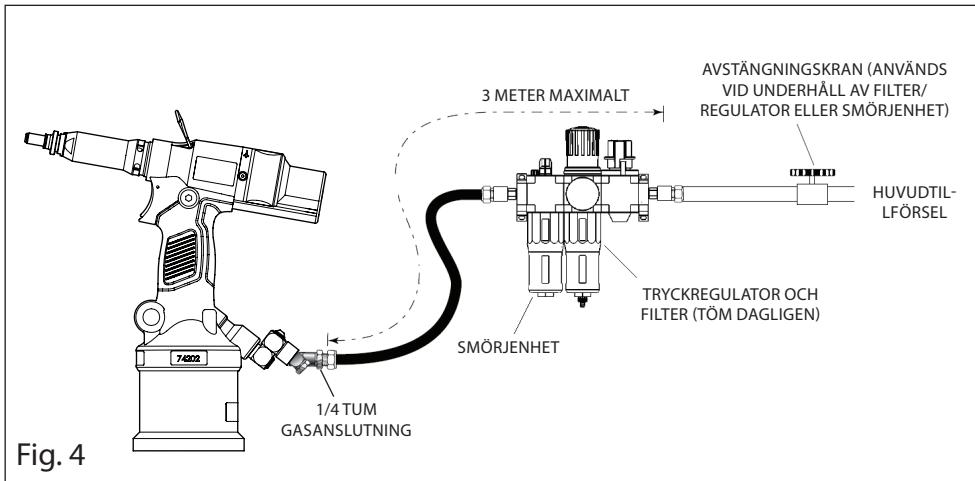

Fig. 4
- Tryckjusteringer och automatisk olje-/filtreringssystem skall användas på lufttillförseln inom tre meter från verktyget (se bild 4).